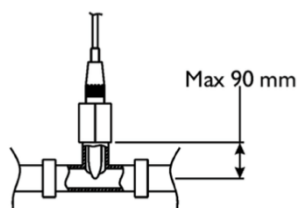

Fig. 4
- Collarín de toma para inyector pH (Fig. 4): Antes de la instalación, perforar un orificio en la tubería después de la célula electrolítica con un tamaño de aprox. 9 mm. Instale una toma de corriente con conexión de 3/8" conexión roscada hembra GAS en el collarín de toma. La válvula de inyección se conecta a la toma de corriente.